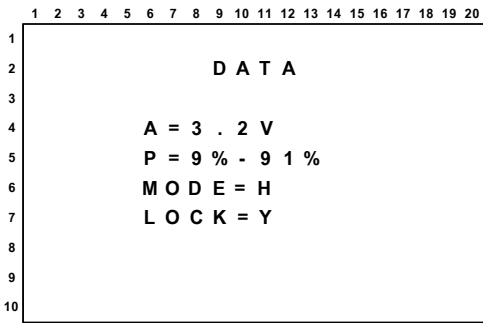

图 2 数据界面
** “锁定”状态下，PA1 和 PA2 输出脉宽调制信号频率、占空比与模拟信号电压值（A）无关，保持“锁定”功能触发时的状态，高低速模式切换功能无效，数据界面（图 2）中的占空比（P）和工作模式（MODE）显示内容保持不变。